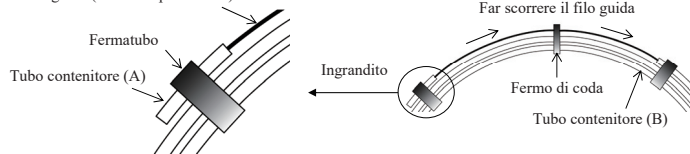

Figura 1
farlo scorrere lentamente, spingendone l'estremità distale attraverso il tubo contenitore (B). (Figura 1)